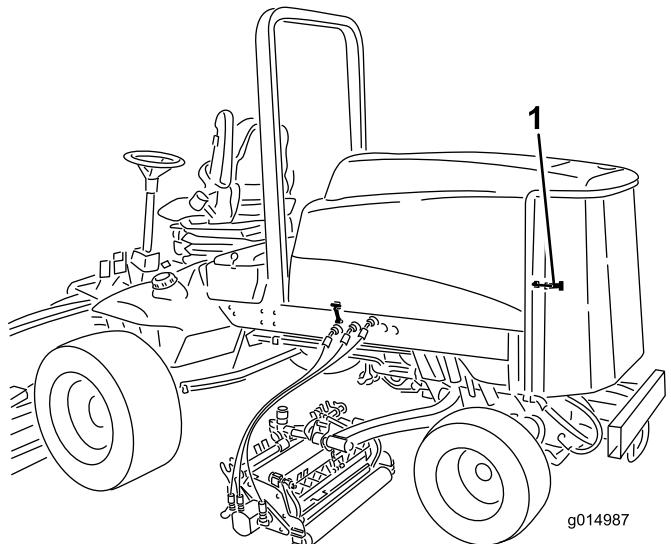

Figura 93
1. Sbloccate la griglia posteriore ed apritela (Figura 93). Ripulite accuratamente la griglia da tutti i detriti.